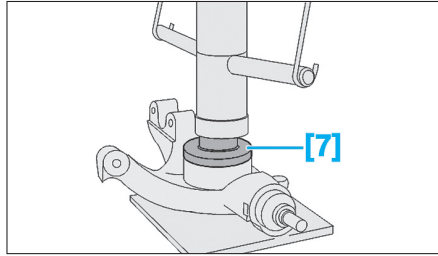

Fig. 37
- Positionner l'outil [7] entre la presse et le pivot (Fig.37)